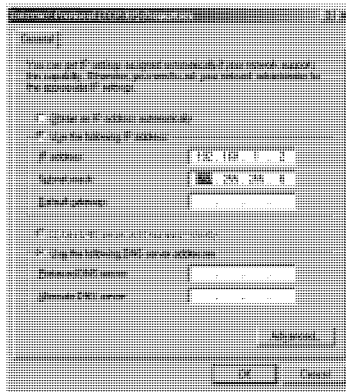

Рис. 17. Окно свойств Internet Protocol (TCP/IP)
6. Выбрать поле «Use the following IP Address» (использовать следующий IP-адрес), и заполнить его данными, как показано на рис. 17.